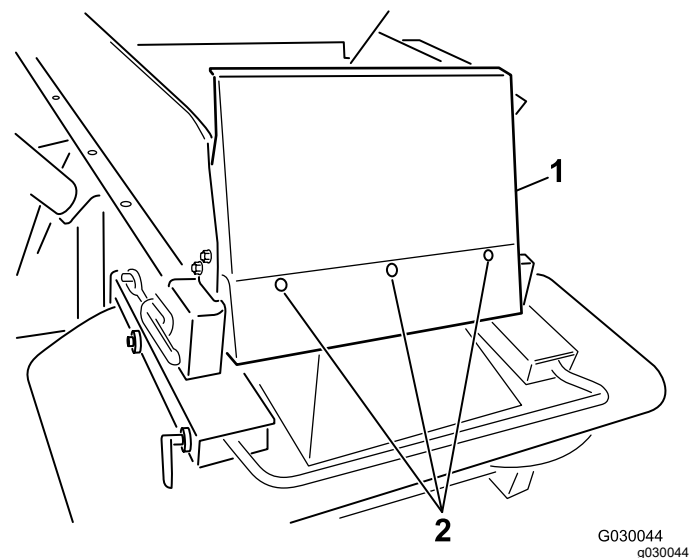

Figura 7
6. Montai apărătoarea buncărului de alimentare cu ajutorul șuruburilor cu cap semirotond ($\frac{1}{4} \times \frac{5}{8}$ ") și al piulițelor cu guler din nailon (**Figura 7**).